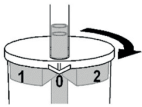

Abb. 2
- Para aspiração normal, rode o frasco até a seta apontar para uma posição aberta ("0") (Fig. 2)